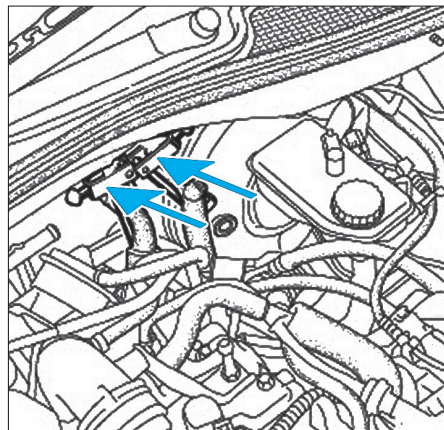

FIG. 16
- Déposer les durits de l'aérotherme après avoir mis en place des pince-durits (Fig.16).